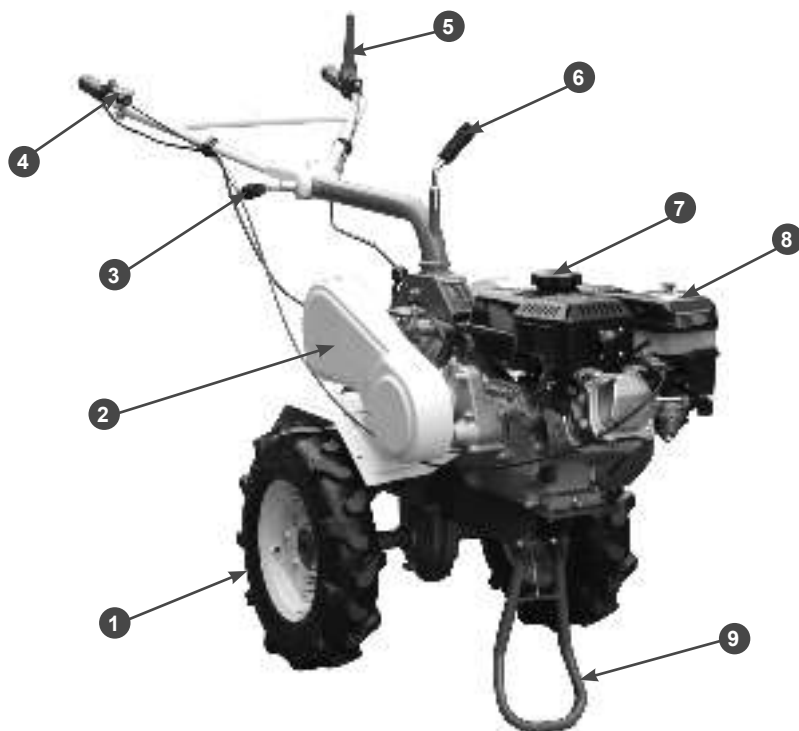

Рис. 1 Основные узлы и органы управления (вид спереди)
Расположение основных узлов и органов управления представлено на Рис.1, 2.
7. Установите рабочие рукоятки на мотокультиватор. Отрегулируйте положение рукояток по высоте и углу поворота, после чего затяните ручки регулировки рукояток (Рис. 1 п. 3, 6).